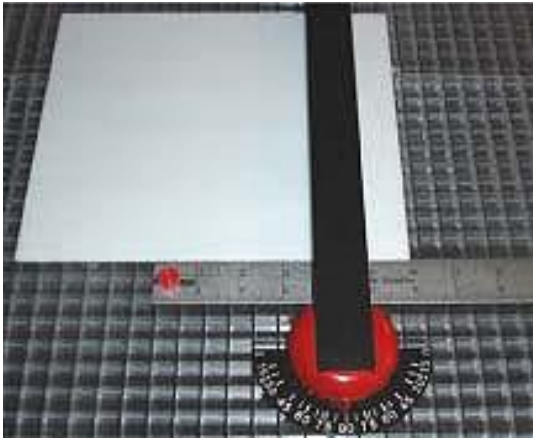

Abbildung 1
1. Stellen Sie das Glas auf dem Lineal. (Abbildung 1) Jede Zahl kann Ihre Ausgangspunkt sein. Lassen Sie uns die **Nummer 5** auf der Lineal, wie unser Ausgangspunkt nehmen . Wenn wir das Glas nach rechts schieben, nach die Punktzahl **Zahl 6** und schneiden, dann haben wir eine 1 INCH Streifen geschnitten.